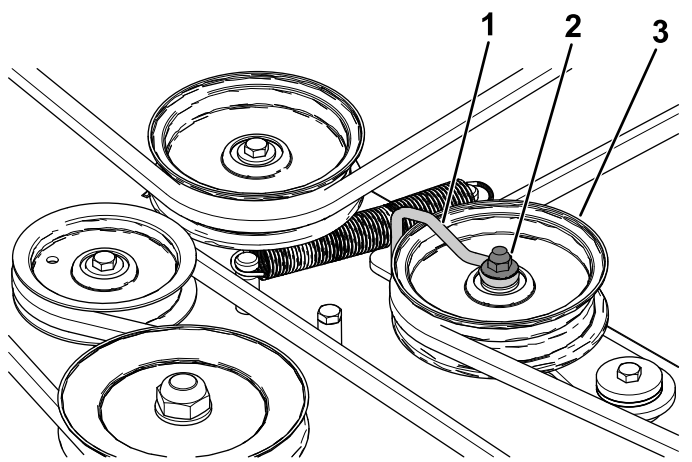

**Figura 60**
5. Retire as coberturas da polia (Figura 60).